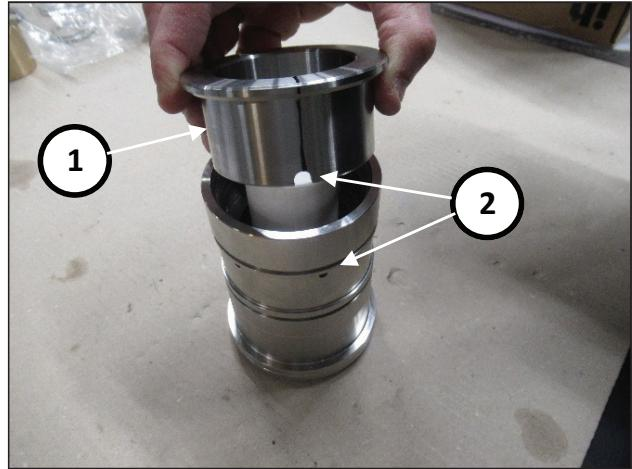

Fig. 177
Insérer la bague extérieure de l'outil code 27945400 (rep. ①, Fig. 177) en orientant les ouvertures au niveau des trous de la chemise (rep. ②, Fig. 177).